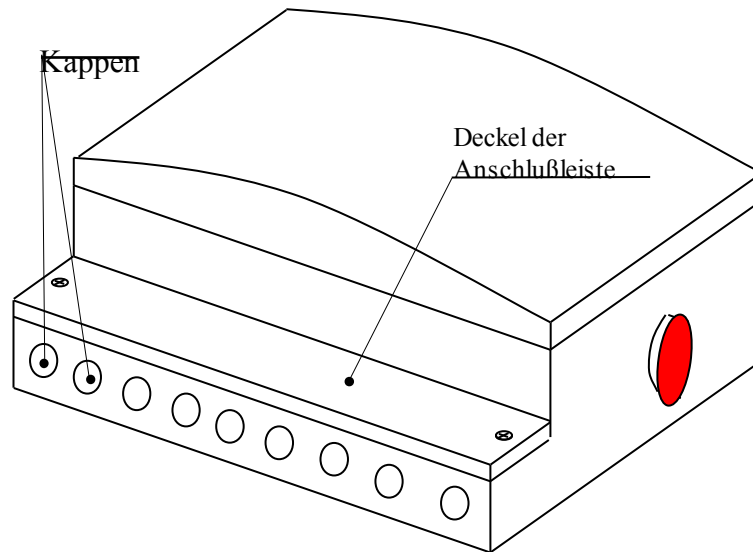
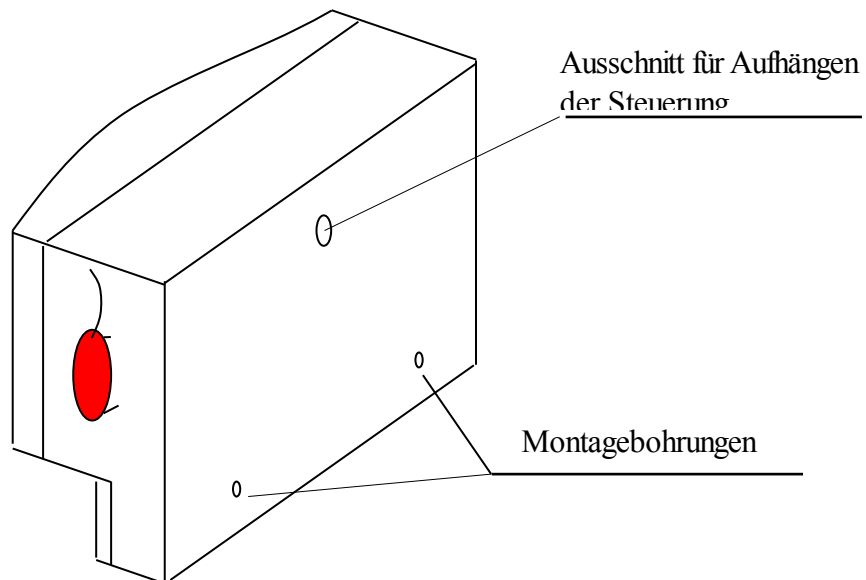

Bild 7. Ansicht der Steuerung von der Unterseite.
Bild 9. Ansicht der Steuerung von Hinten
- 2) Die Kappen im unteren Bereich der Steuerung mit Hilfe eines Messers oder Schraubenziehers entfernen (nur in den Stellen wo die Kabelverschraubungen platziert werden (Bild 7)).
Die Steuerung an einer in der Wand befestigten Schraube anhängen (Bild 9). Anschließend mit zwei Schrauben in der Unterseite des Gehäuses befestigen (der Zugang zu den Löchern ist nach der Entnahme des Deckels der Anschlussleiste möglich, Bild 7).
Die Geräte des AZSB-Sets die mit der Steuerung Multi-Ster zusammenarbeiten, werden mit Hilfe von Klemmen angeschlossen. Die Klemmen befinden sich unter dem Deckel der Anschlussleiste (siehe Bild 7). Auf der Rückseite des Deckels befindet sich eine Beschreibung der Klemmen (Bild 10).